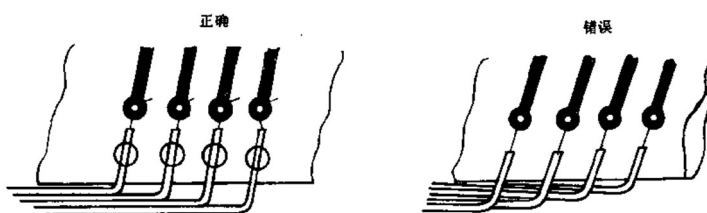

图 6-1-2 线路板对外引线焊接方式
(2) 为提高导线与板上焊点的机械强度，引线应通过印制板上的穿线孔，再从线路板元件面穿过，焊在焊盘上，以免将焊盘或印制导线拽掉，如图6-1-2所示。